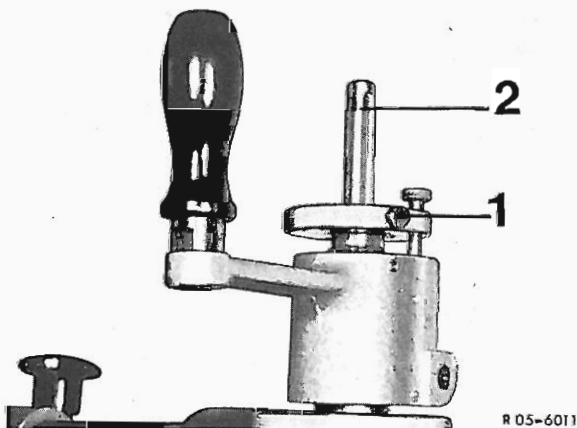

Bild 5
5 Drehwerkzeug in dieser Stellung festhalten. Feststellschraube (1) der Pilotauflage lösen, Pilotauflage (2) nach unten drücken, bis diese auf dem Pilot aufliegt. Feststellschraube (1) wieder anziehen (Bild 5).